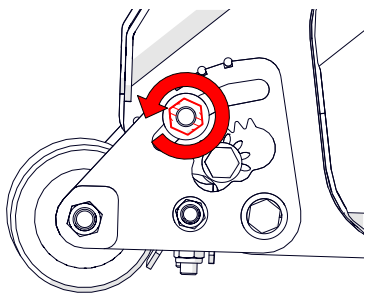

Fig. 9D - Aflojar la tuerca de sujeción superior del cuadrante del rodillo
6. Afloje la tuerca de sujeción superior del cuadrante del rodillo [con la llave fija de 19 mm] (Fig. 9D). Repita la operación en el cuadrante del lado opuesto.